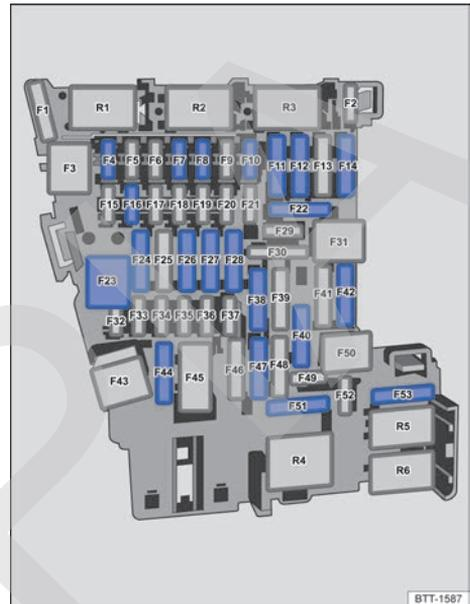

Fig. 203 En el tablero de instrumentos: asignación de fusibles.
Posición → fig. 203
1) Tenga en cuenta la posición de montaje. Posición de fábrica del fusible tal y como se muestra en la figura → fig. 203.